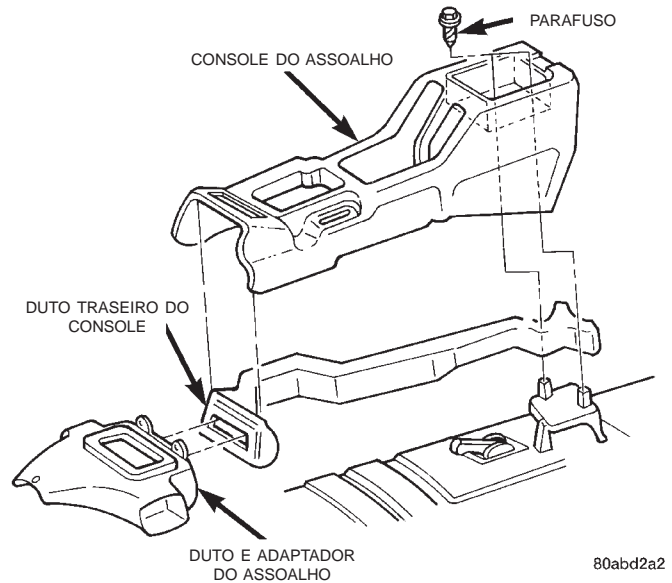

Fig. 64 Remoção/Instalação do Duto do Assoalho e do Duto Traseiro do Console
(1) Desconecte e isole o cabo negativo da bateria.
(2) Retire o console do assoalho do túnel de transmissão do painel do assoalho (Fig. 64). Consulte o Grupo 23 "Carroceria" para obter mais informações sobre os procedimentos.
(3) Levante a parte de trás do duto traseiro do console para fora do suporte de montagem traseiro do console no túnel de transmissão do painel do assoa-
(1) Retire o painel de instrumentos do veículo. Consulte "Conjunto do Painel de Instrumentos" no Grupo 8E "Sistemas do Painel de Instrumentos" para obter mais informações sobre os procedimentos.
(2) Retire o compartimento de A/C-aquecedor do veículo. Consulte "Compartimento de A/C-Aquecedor", neste grupo, para obter mais informações sobre os procedimentos.
(3) Retire os três parafusos que prendem o duto e o adaptador do assoalho ao compartimento de A/C-aquecedor (Fig. 64).
(4) Retire o duto e o adaptador do assoalho do compartimento de A/C-aquecedor.
(5) Para instalar, inverta os procedimentos para remoção. Aperte os parafusos de montagem com um torque de 2,2 N·m (20 pol.-lb.).